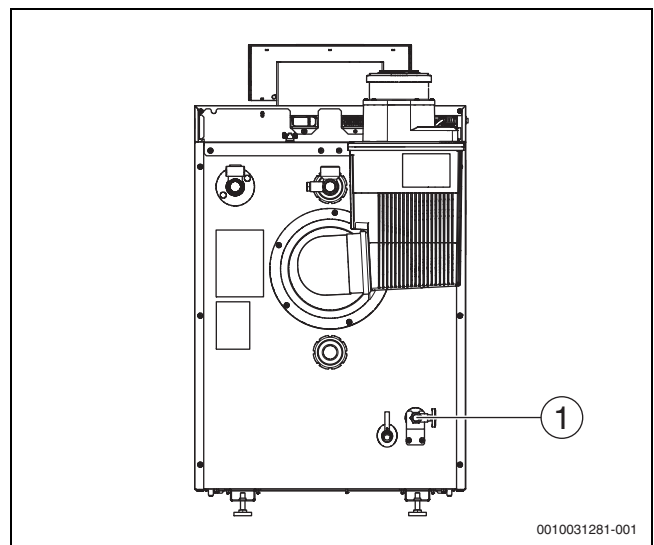

Bild 33 Rückansicht
- ▶ Ölleitung am Öl-Absperrventil (→ Bild 33 [1]) montieren.